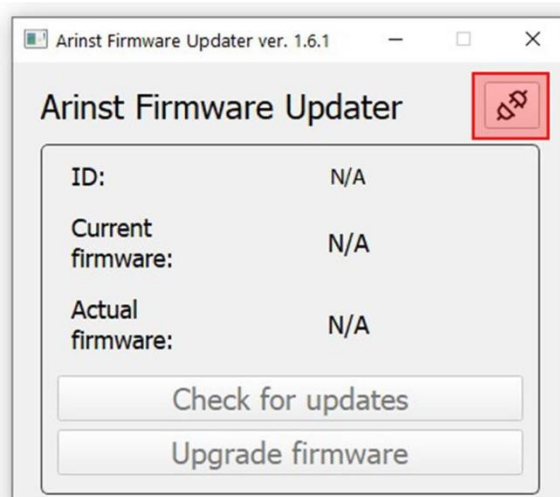

Рисунок A2.1 – Подключение прибора к ПК
- 2.3. Нажмите на кнопку⁵ подключения прибора к вашему ПК (Рисунок A2.1).